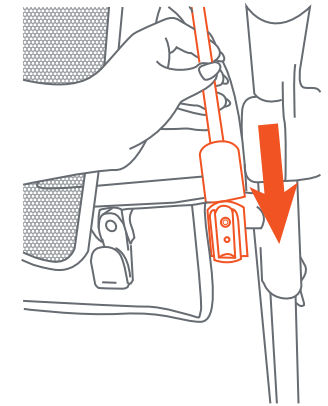

Fig. 8a
- 8) • To install the canopy:** Slide one of the canopy rods down onto the plastic tab (Fig. 8a). Repeat for the other 3 canopy rods.
- **Para instalar la cubierta:** Deslice una de las varillas de la cubierta hacia abajo sobre la pestaña de plástico (Fig. 8a). Repita el procedimiento para las otras 3 varillas de la cubierta.